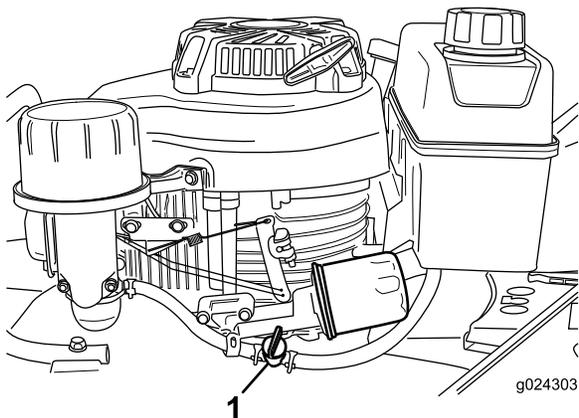

Figura 15
2. Abra la válvula de combustible (Figura 15).
Nota: Cierre la válvula de combustible (Figura 15) a menos que vaya a volver a arrancar el motor en breve.